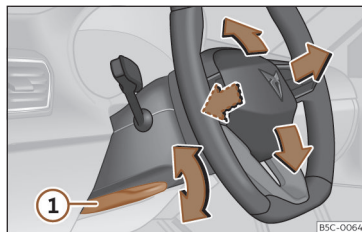

Fig. 66 Levier sur la partie inférieure latérale de la colonne de direction.
- Tirez le levier >>> **fig. 66** ① vers le bas, déplacez le volant jusqu'à la position souhaitée et relevez le levier en position de verrouillage.
- Après avoir réglé la colonne de direction, poussez fermement le levier >>> **fig. 66** ① vers le haut pour que le volant ne change pas de position accidentellement en cours de route.